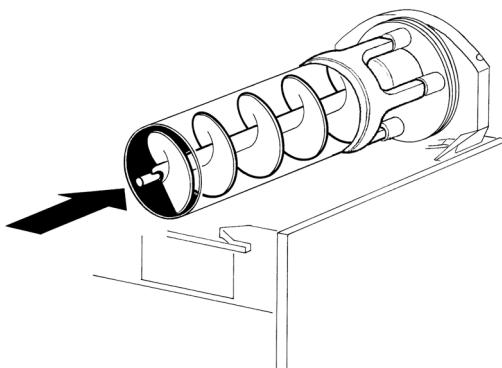

figura 12
- 5 Inserire l'elica interna nell'evaporatore facendo attenzione ad accompagnarla fino in fondo ed evitando di farle urtare la parete posteriore (vedere figura 12).